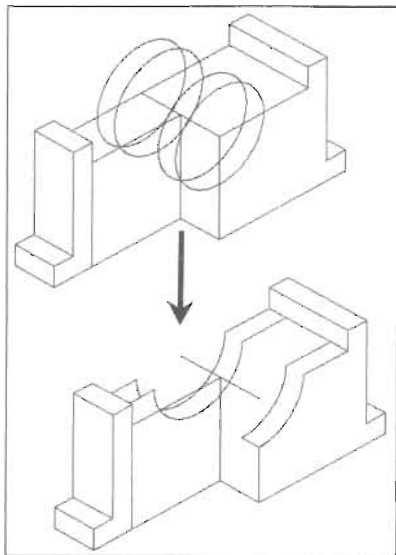

图 11-93
(6) 单击“修改”工具栏上的“修剪”按钮, 修剪等轴测圆, 如图 11-93 所示。